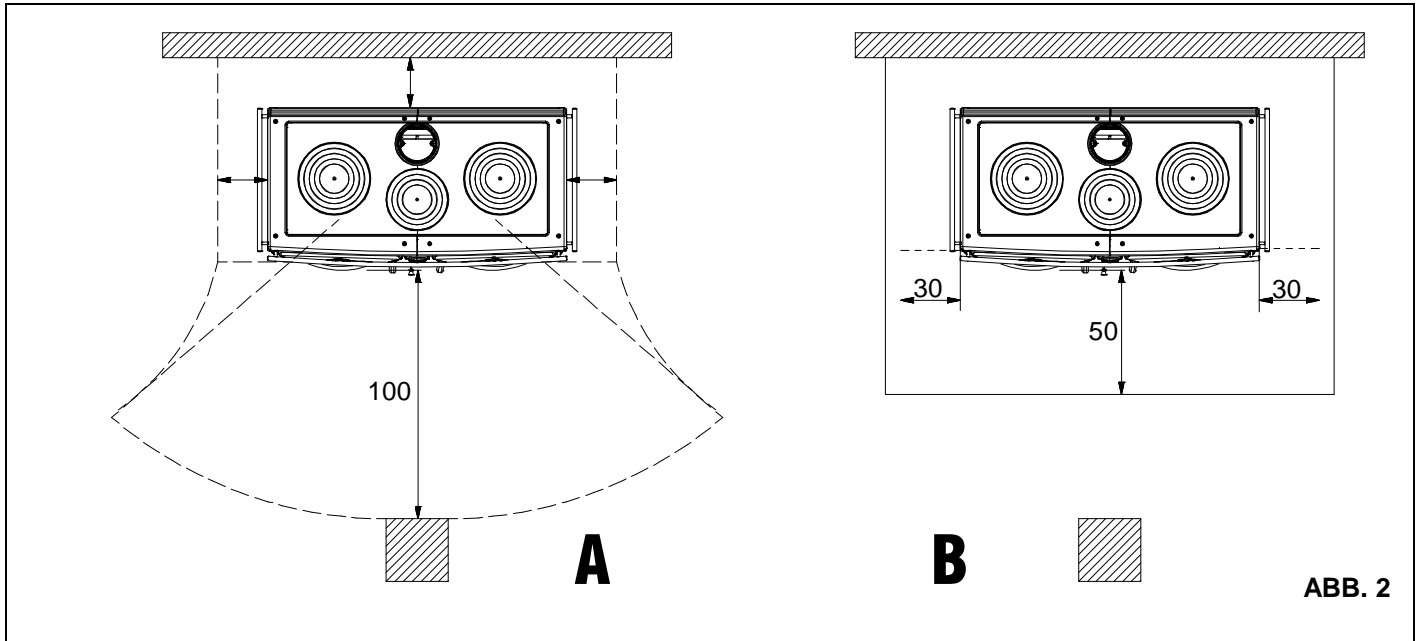

ABB. 2
- a) Um eine ausreichende Wärmedämmung zu gewährleisten, muss die Mindestanforderungen für Sicherheitsabstand (siehe ABB. 2 - A) eingehalten werden. **Alle Sicherheitsabstände sind auf der Typenschild des Produktes gezeigt und sollten nicht unter der angegebenen Werte liegen.**
- c) Wenn das Produkt auf einem leicht entzündlichen Boden installiert wird, muss ein feuerfester Unterbau vorgesehen werden. **Fußböden aus brennbaren Materialien** wie Teppich, Parkett oder Kork, **müssen durch einen entsprechenden Belag** aus nicht brennbaren Baustoffen, zum Beispiel Keramik Stein, Glas oder Stahl ersetzt werden (Abmessungen nach der regionalen Ordnung). Die Verkleidung muss frontal mindestens **50 cm** und seitlich mindestens **30 cm** über die Öffnung der Ladetür vorstehen. (ABB. 2 Pos. B).